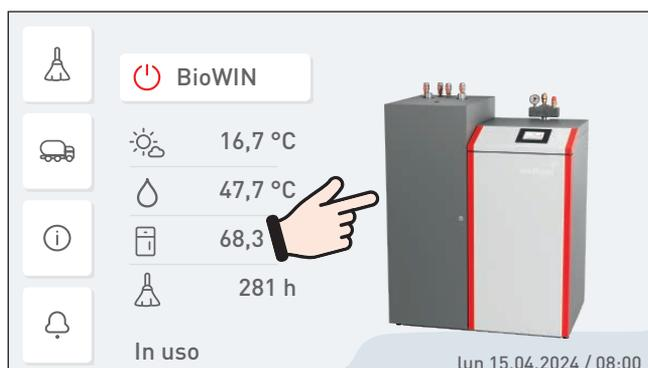

Fig. 16 Schermata di partenza
- ▶ Premere brevemente il tasto InfoWIN Touch per accendere il display, quindi premere la schermata di partenza – Fig. 16.